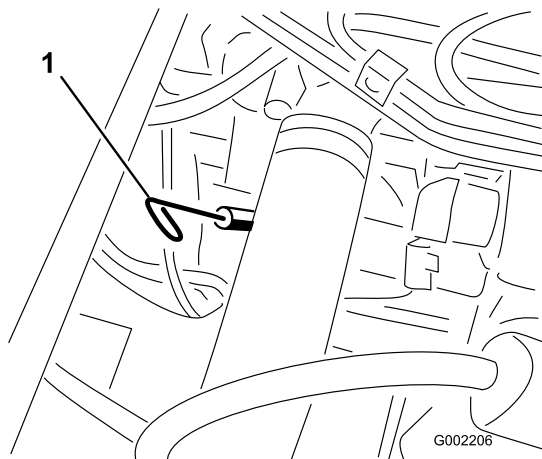

図 15
2. 助手席の下にあるディップスティックを抜き、ウェスで一度きれいに拭く (図 15)。ディップスティックを、チューブの根元までもう一度しっかりと差し込む。ディップスティックを引き抜いて油量を点検する。